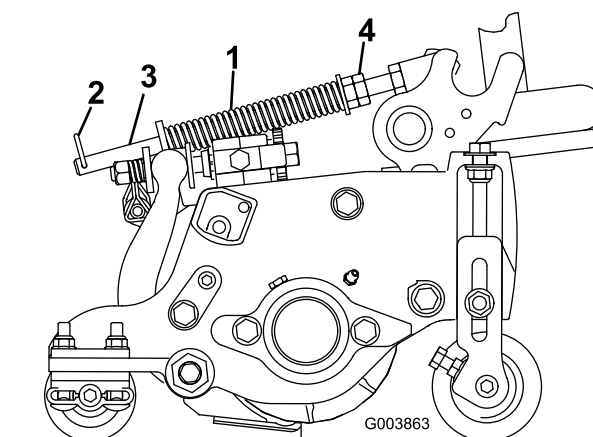

Figura 16
A mola de compensação de relva (Figura 16) transfere peso do cilindro dianteiro para o cilindro traseiro. Isto ajuda a reduzir o efeito ondulado na relva, também conhecido como ondulação ou “bobbing”.
1. Certifique-se de que o contrapino do gancho está instalado no orifício traseiro na haste da mola (Figura 16).
2. Aperte as porcas sextavadas na extremidade dianteira da haste da mola até que o comprimento comprimido da mola seja 12,7 cm nas unidades de corte de 12,7 cm, ou 15,9 cm nas unidades de corte de 17,8 cm (Figura 16).